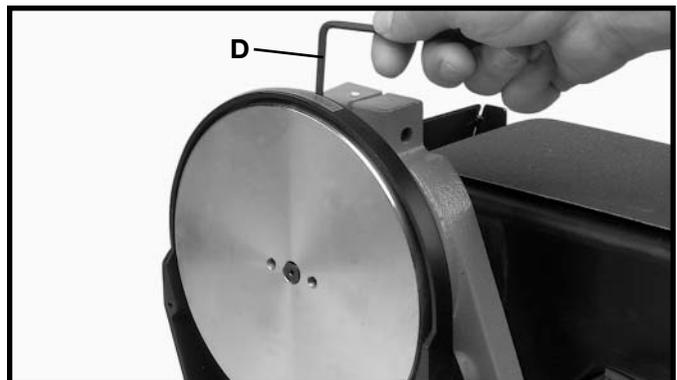

Fig. 8
3. Introduisez la clé hex. de 1/8 po (D) fig. 8 dans la fente à l'arrière du carter des poulies et de la courroie et serrez la vis de pression contre le méplat de l'arbre.